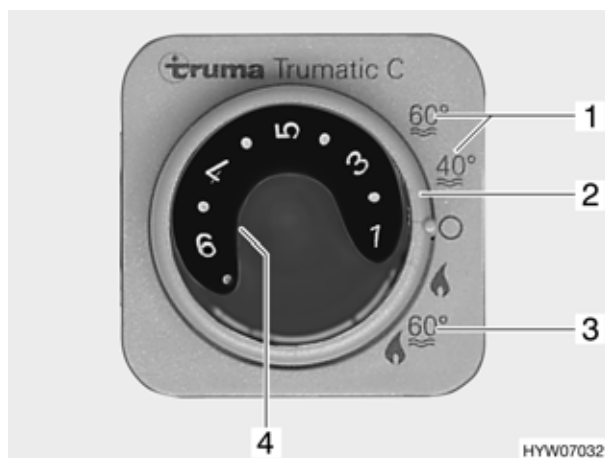

Fig. 82 Centralina di controllo per riscaldamento/boiler
Il boiler è integrato nel riscaldamento e funziona a gas. Il boiler si accende dalla centralina di controllo (Fig. 82) con l'interruttore girevole (Fig. 82,2).
Durante il funzionamento invernale "Riscaldamento e boiler" (Fig. 82,3), accendendo il riscaldamento è riscaldata automaticamente anche l'acqua nel boiler. Quando il riscaldamento si spegne al raggiungimento della temperatura ambiente desiderata, il boiler continua a riscaldare l'acqua, fino a quando questa raggiunge la temperatura impostata.
Durante il funzionamento estivo (Fig. 82,1) l'acqua è riscaldata soltanto nel boiler fino a 40 °C o 60 °C. L'acqua si riscalda a 60 °C in ca. 1 ora. La luce spia gialla (Fig. 82,4) si accende durante la fase di riscaldamento del boiler.
- Sulla centralina di controllo (Fig. 82) posizionare l'interruttore girevole (Fig. 82,2) su "Funzionamento estivo" (Fig. 82,1).
La luce spia gialla (Fig. 82,4) si accende durante la fase di riscaldamento. Al raggiungimento della temperatura dell'acqua desiderata, la fase di riscaldamento termina e la luce spia gialla si spegne.
- Sulla centralina di controllo (Fig. 82) posizionare l'interruttore girevole (Fig. 82,2) su "Spento".